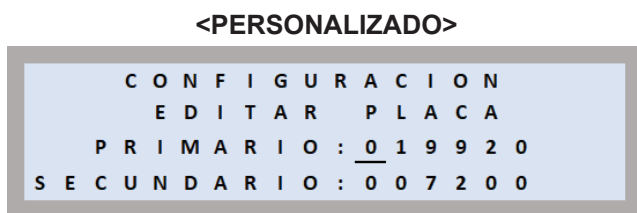

Figura 69
- La opción «PERSONALIZADO» le permite definir un informe personalizado. En la pantalla «SELECCIONAR PLACA DE CARACTERÍSTICAS» (véase Figura 69), pulse  para seleccionar la opción «**PERSONALIZADO**».
- **Definición de los valores de los informes personalizados principal y secundario:** El cursor parpadea debajo de la primera opción «Primario» (véase Figura 69). Utilice  y  para cambiar la selección. Utilice luego  o  para desplazarse por los campos y definir los valores de los campos de la selección de primario y secundario restantes.